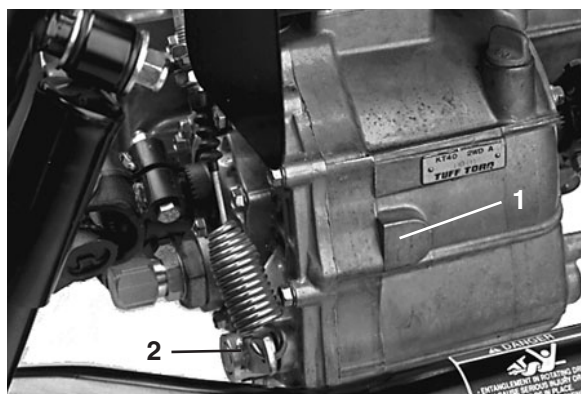

Figure 48
Changement de l'huile hydraulique/de la boîte-pont (Fig. 48)
2. Retirez le bouchon de vidange (Fig. 48) sur le côté du réservoir et laissez l'huile s'écouler dans un bac de vidange.